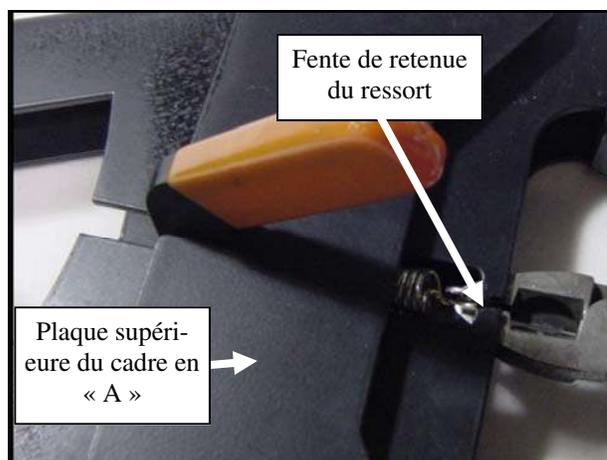

Figure 7.6—Poignée angulaire de lame installée
7.6 Comme illustré à la figure 7.6, avec une pince, étirez le ressort de la poignée en l'éloignant du verso et insérez le crochet du ressort dans la fente de retenue de la plaque supérieure du cadre en « A ».